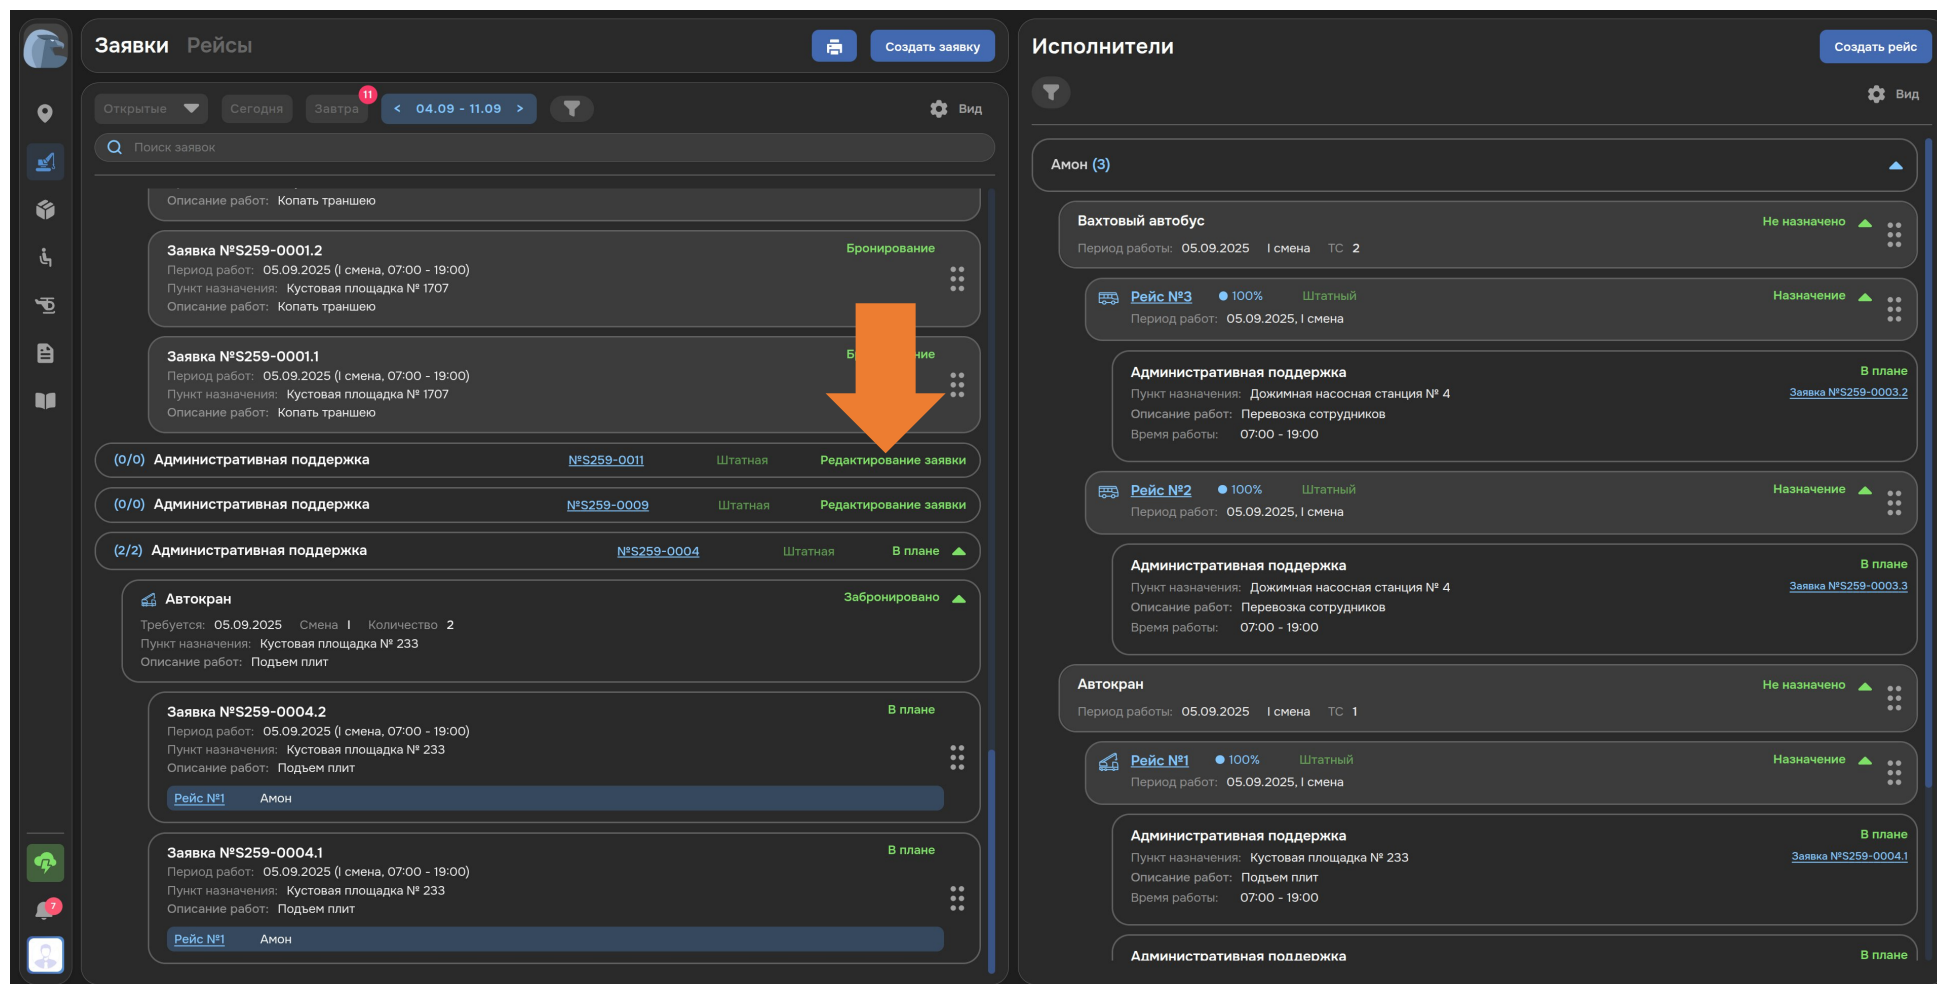

Рисунок 30. Раздел «Спецтехника»
1. Откройте раздел, соответствующий процессу («Спецтехника», «Грузовые» или «Пассажирские») (см. Рисунок 30).
2. Откройте необходимую Заявку в статусе «Редактирование заявки» (см. Рисунок 30).